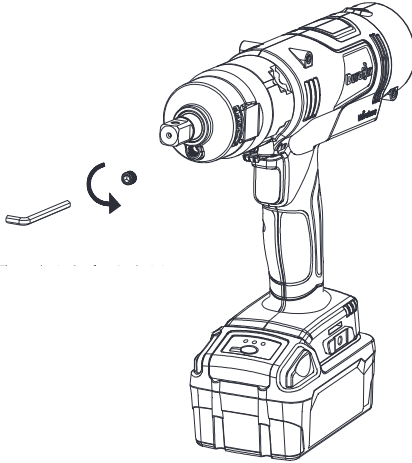

ABB. 3
2. Verwenden Sie einen 4,0 mm Inbusschlüssel, um die Mutter gegen den Uhrzeigersinn zu lösen. (ABB. 3)